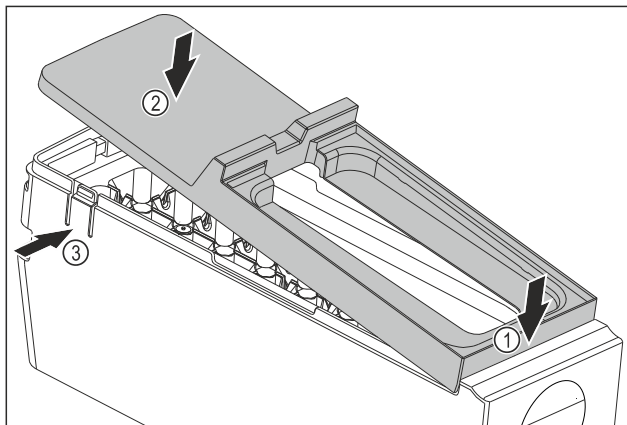

Fig. 175
- ▶ EasyTwist-Ice-rungon kannen asennus: Aseta kansi eteen. Fig. 175 (1)
- ▶ Laske kansi taakse. Fig. 175 (2)
- ▶ Kansi lukittuu kuuluvasti molempiin kielekkeisiin Fig. 175 (3).